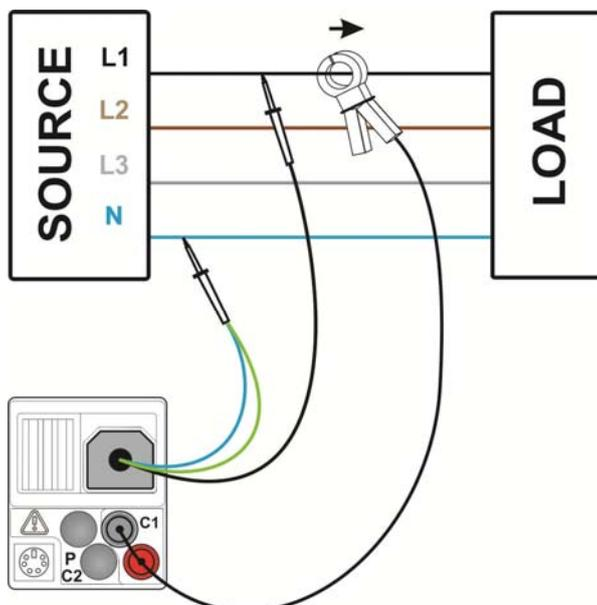

Abbildung 5.46: Leistungsmessung
- Schließen Sie** die Spannungs-Prüfleitungen und die Stromzange an das Prüfstück an (siehe *Abbildung 5.46*).
Siehe *Abbildung 5.46*.
- Schließen Sie die Spannungs-Prüfleitungen und die Stromzange an das Prüfstück an (siehe *Abbildung 5.46*).